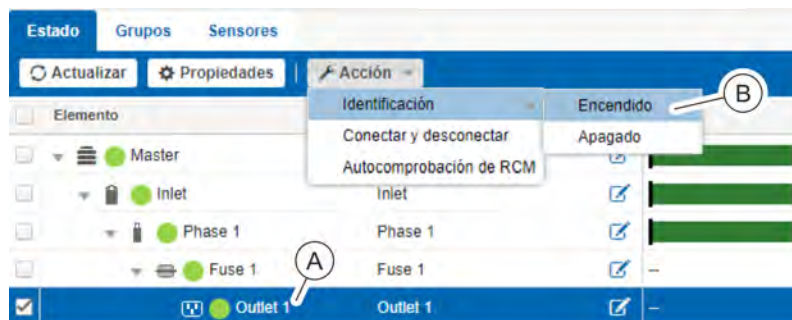

Fig. 105: Menú "Estado" – pestaña "Estado"
2. En la pestaña "Estado", seleccione el enchufe hembra o el grupo de enchufes hembra que desee (Fig. 105/Ⓐ).
3. ➤ A través de "Acción ➔ Identificación ➔ Encendido" (Fig. 105/ⓐ), active la identificación del enchufe hembra o grupo de enchufes hembra seleccionado.
4. ➤ A través de "Acción ➔ Identificación ➔ Apagado" (Fig. 105/ⓑ), desactive la identificación del enchufe hembra o del grupo de enchufes hembra seleccionado.